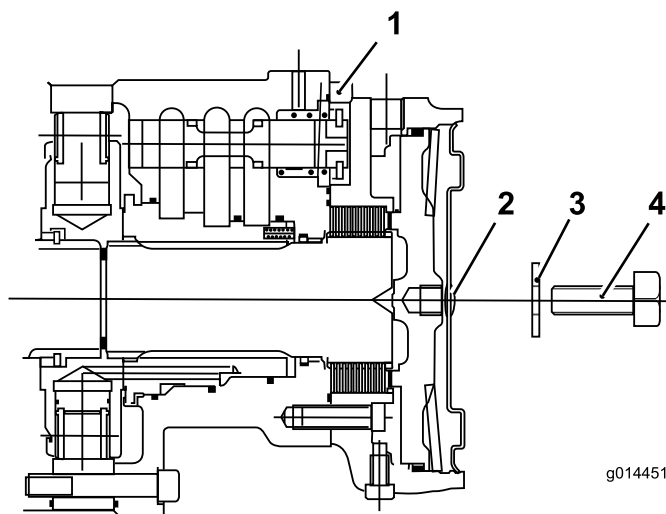

**Figura 39**
3. Utilice una llave allen de 8 mm para girar los 2 tapones de cabeza hexagonal de las válvulas de alivio de la bomba de la transmisión 3 vueltas en sentido horario (Figura 39).